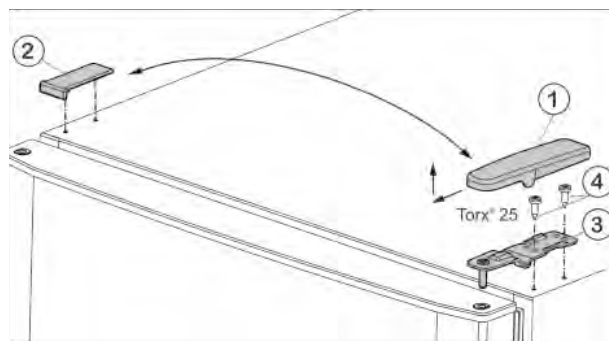
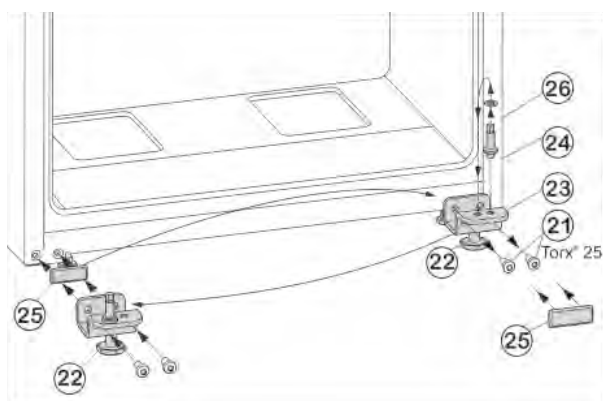

Fig. 4
Fig. 6
- Відведіть кришку Fig. 4 (1) вперед і вгору.
- Зніміть кришку Fig. 4 (2).
- Викрутіть верхній опорний кронштейн Fig. 4 (3) (2 шт. Torx® 25) Fig. 4 (4) і відведіть вгору.
- Викрутіть гвинти кріплення Fig. 6 (21).
- Зніміть нижній опорний кронштейн Fig. 6 (23) разом із гвинтом Fig. 6 (24), шайбою Fig. 6 (26) та установочною ніжкою Fig. 6 (22).
- Відкрутіть гвинт Fig. 6 (24) разом із шайбою Fig. 6 (26), переставте їх у протилежний отвір опорного кронштейна та знову закрутіть.
- Обережно зніміть кришку Fig. 6 (25) і переставте її на протилежний бік.
- Знову прикрутіть нижній опорний кронштейн Fig. 6 (23) разом із гвинтом Fig. 6 (24), шайбою Fig. 6 (26) та установочною ніжкою Fig. 6 (22) на інший бік шарніра (з моментом 4 Нм), у разі необхідності скористайтеся акумуляторним гвинтокрутом.
- Встановіть нижні дверцята згори на опорний гвинт Fig. 6 (24).
- Вставте середній опорний кронштейн (13), повернувши його на 180°, у нижні дверцята і прикрутіть за допомогою гвинтів кріплення (11) (2 шт. Torx® 25) до нового боку шарніра (з моментом 4 Нм).
- Знову встановіть пластикову шайбу (10).
- Встановіть верхні дверцята на середній опорний кронштейн (13).
- Встановіть верхній опорний кронштейн Fig. 4 (3) в дверцята на новий бік шарніра.
- Прикрутіть верхній опорний кронштейн (з моментом 4 Нм) гвинтами (2 шт. Torx® 25) Fig. 4 (4). У разі необхідності скористайтеся акумуляторним гвинтокрутом.
- Встановіть і зафіксуйте кришку Fig. 4 (1) з протилежного боку ззовні.
- Також встановіть згори і зафіксуйте кришку Fig. 4 (2) з протилежного боку.
- Викрутіть установочну ніжку Fig. 6 (22) на нижньому опорному кронштейні Fig. 6 (23), доки він не буде опиратися на підлогу.